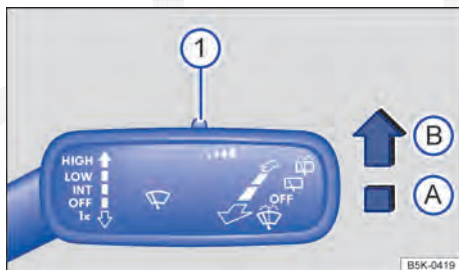

Fig. 118 Na alavanca dos limpadores do para-brisa à direita da coluna de direção: ajustar o sensor de chuva e de luz ①.
A sensibilidade do sensor de chuva e de luz pode ser ajustada manualmente com o interruptor na alavanca dos lavadores do para-brisa → Fig. 118 ① → .
Pressionar a alavanca na posição desejada → Fig. 118: